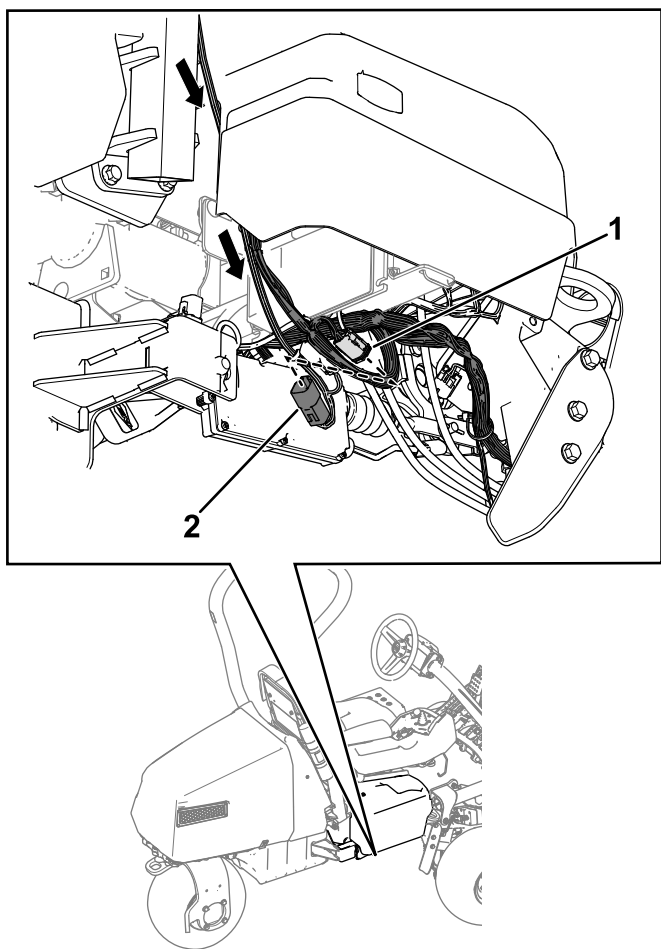

Figura 13
4. Encaminhe a cablagem por baixo da barra de proteção e ligue o conector da cablagem rotulado P01 ao conector da cablagem da máquina identificado P71 (Figura 13).